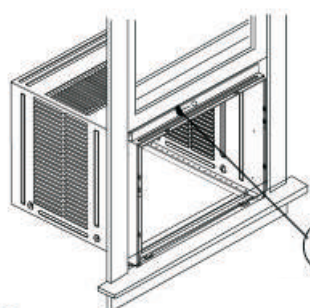

Fig.17A
4. Coloque el ángulo superior en el marco de la ventana: Use una broca de 3/32" para hacer un agujero a través del agujero en el centro del ángulo superior en el marco de la ventana, y conduzca un tornillo de bloqueo HEX-HEAD de 3/4" (o 1/2") a través del agujero en el centro del ángulo superior en el marco de la ventana como se muestra (Fig.17A)